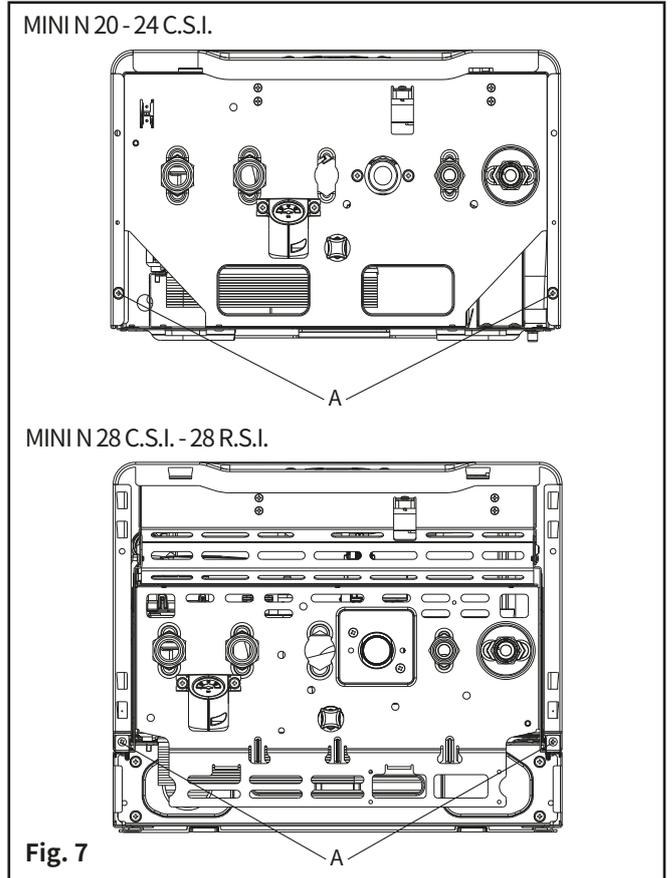
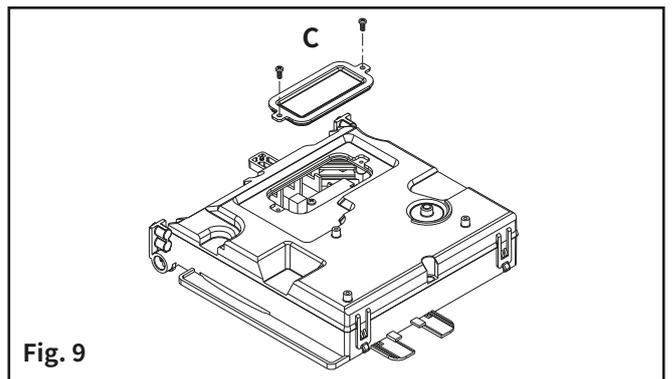

Fig. 7
Fig. 9
4. 电气连接 (Fig.7-Fig.9)
- 松开壳体的固定螺钉 (A) (Fig.7)